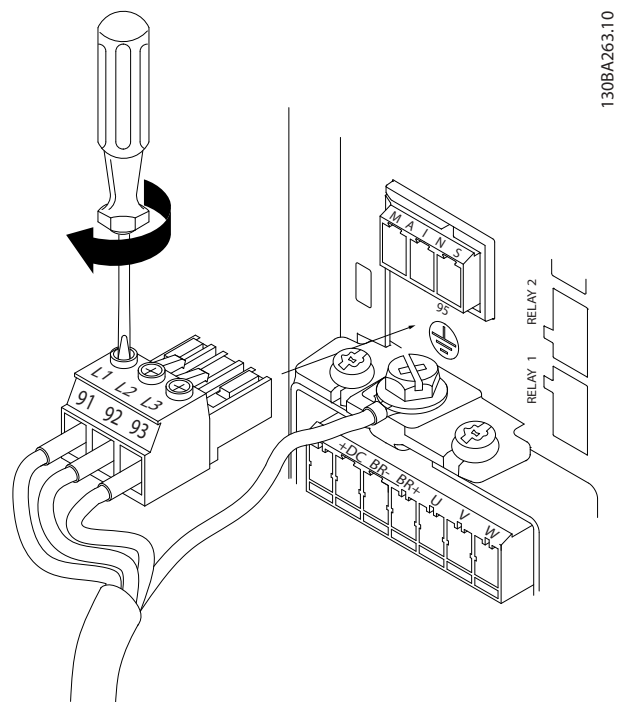

Рисунок 3.10 Монтаж сетевого разъема
3. Вставьте сетевые кабели в сетевой разъем и затяните винты, как показано на *Рисунок 3.10*.